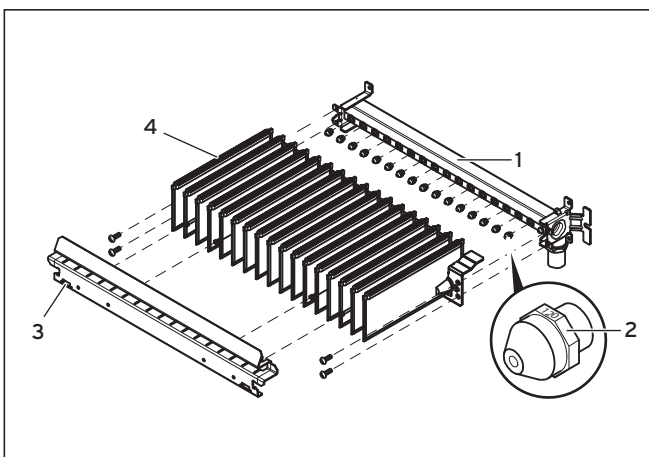

Fig. 6.3 Denominazione degli ugelli
- Controllare che siano stati impiegati gli ugelli corretti, vedi fig. 6.3 Denominazione degli ugelli. A tale scopo confrontare la denominazione degli ugelli montati con quella riportata nella tabella della sezione 10 Dati tecnici. Per farlo può essere necessario smontare il bruciatore, vedi sezione 7.5 Pulizia del bruciatore.